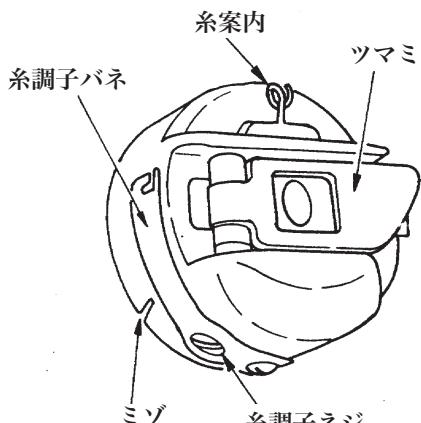
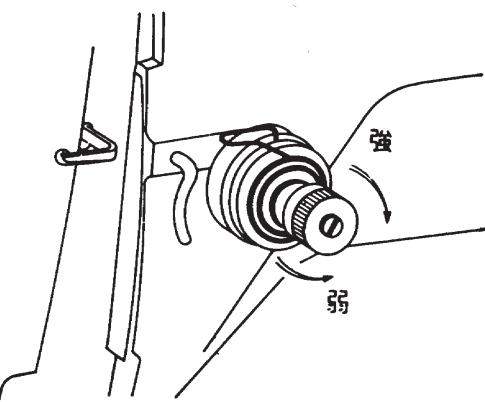

図20
図 28 糸調子ナット
①糸を巻き終ったボビンを右親指と人さし指でつまみ、糸のはしをたらしたまま、左手にもったボビンケースの中にはめ込みます。次に、外にでている糸を②ボビンケースのふちにあるミゾに通し、③更に引きながらボビンケースの糸調子バネの下をくぐらせ、つぎに④針金の糸案内に通します。（図20参照）
ミシンの糸調子は、上糸と下糸のそれぞれについてとることができます。上糸の糸調子は、糸調子ナット（図28）によって変え、下糸の糸調子は、ボビンケースの糸調子ネジ（図20）によって変えます。通常、ボビンケースの糸調子を一定にして、糸調子ナットによって上糸の張力を加減して、糸調子をとります。